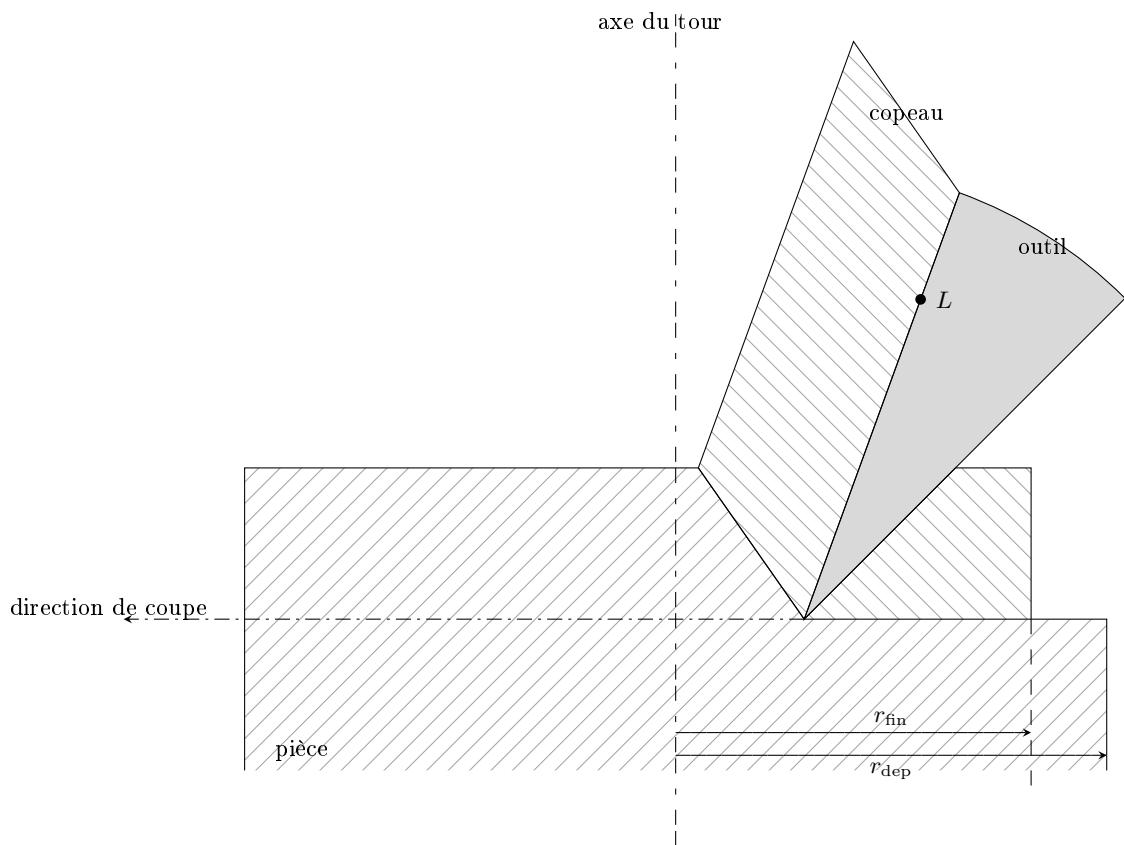

Figure 3: Modèle de coupe orthogonale
- 2) Par tournage, on fait passer le rayon r d'une barre de la valeur de départ $r_{\text{dep}} = 21 \text{ mm}$ à la valeur finale $r_{\text{fin}} = 20.5 \text{ mm}$ en utilisant un angle de coupe de $\alpha = 15^\circ$ (cf. Fig. 3). Le matériau coupé est caractérisé par une résistance au cisaillement $\tau_S = 325 \text{ MPa}$ et il est raisonnablement isotrope de sorte que, dans le cadre du modèle de coupe orthogonale, la loi de Merchant peut être appliquée.
v) Complétez la Fig. 3 en dessinant les éléments suivants: